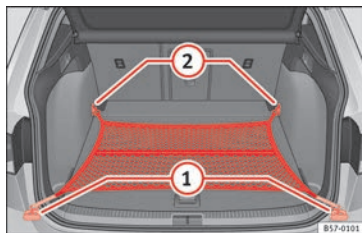

Fig. 156 Na bagageira: rede divisória engatada da nivelada com o solo.
- Dependendo do caso, levante as argolas de fixação dianteiras »» Fig. 156 ②.
- Fixe os ganchos da rede nas argolas de fixação ② »» ⚠. O fecho de correr do saco deve ficar voltado para cima.
- Fixe os ganchos da rede nas argolas de fixação ①.